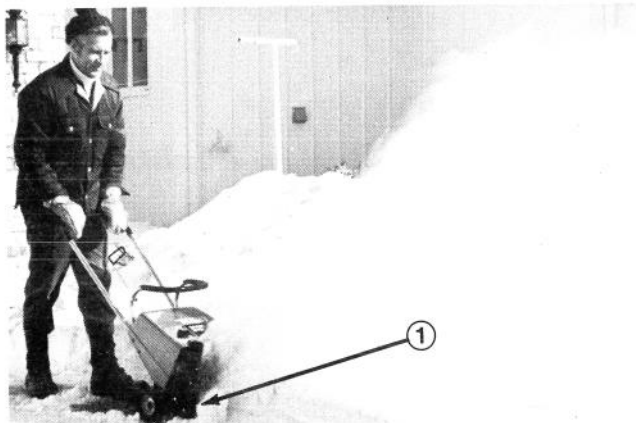

Figure 9
4. Pour assurer la plus grande efficacité de la projection, les ailettes doivent être verticales. Projetez la neige dans le sens du vent et faites chevaucher légèrement les passes (Figure 9).